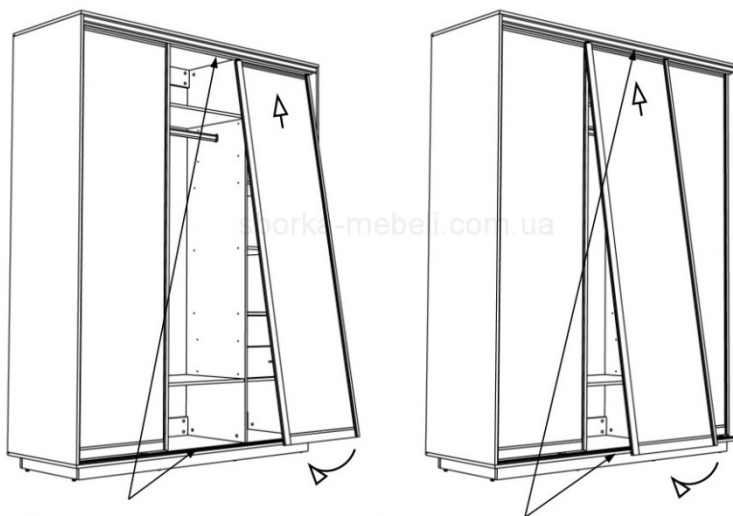

Рис.3
2. Устанавливаем двери см рис.3 и регулируем фиксаторы, добиваемся плотного закрывания. Для того чтобы точно поставить фиксатор в нужном месте, полностью закройте двери купе и на нижней направляющей отметьте центр колеса, туда же и устанавливаем стопор, центром по отметке. Двигать стопор в пазу можно плоской отверткой.